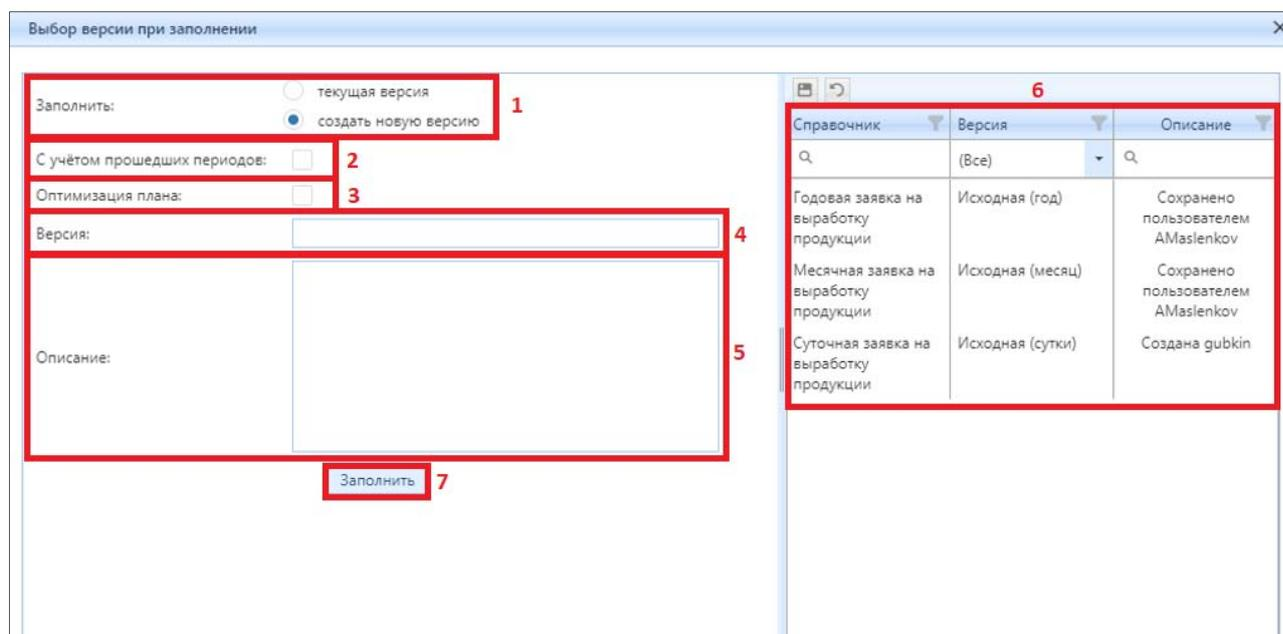

Рисунок 3.5.6 – Внешний вид окна «Выбор версии при заполнении»
1. Для записи «Заполнить:» установите (1) чек-бокс с выбором версии (рис. 3.5.6) для Формы ввода. Настройку «Текущая версия» необходимо выбирать в том случае, если имеется уже заполненная форма ввода и пользователь работает исключительно с ней. **Обратите внимание, что при новом заполнении формы ввода с чек-боксом «текущая версия», каждый раз исходные данные или ручные корректировки значений параметров в форме ввода перезаполняются.** Настройку «создать новую версию» необходимо выбирать, если форма ввода ранее не была заполнена или в параметрах из внешних систем/справочниках изменились исходные данные. В таком случае текущая версия становится неактуальной.
2. Для записи (2) «С учетом прошедших периодов:» (рис. 3.5.6) активируйте чек-бокс, если требуется учитывать данные прошедших периодов (например, учет потребления электроэнергии объекта моделирования за прошедшие месяцы при зафиксированном суммарном значении на год в рамках расчета оптимизации годового планирования. При этом значения на оставшиеся периоды оптимизируются относительно прошлогоднего профиля нагрузок в аналогичном месяце).
3. Для записи (3) «Оптимизация состава:» (рис. 3.5.6) активируйте чек-бокс,
4. Для записи (4) «Версия:» (рис. 3.5.6) есть возможность указать наименование версии в активном поле. Если поле останется пустым, наименование версии сгенерируется автоматически (например, «Версия №1» или «Новая»).
5. Для записи (5) «Описание:» (рис. 3.5.6) есть возможность указать описание к версии в активном поле. Если поле останется пустым, описание версии сгенерируется автоматически (например, «Версия создана Алексеева Виктория» или «Версия создана Алексеева Виктория с учетом ремонтов»).
6. В таблице справа (6) (рис. 3.5.6) отображаются версии для заявки на выработку продукции из справочника в зависимости от типа плана (годовое, декадное). Пользователь может выбрать необходимую версию в колонке «Версия». Для этого наведите курсор мыши на запись с версией и двойным кликом левой кнопкой мыши вызовите выпадающий список с перечнем версий в Справочнике. После выбора версии нажмите сверху на кнопку «Сохранить» (рис. 3.5.6) для сохранения настройки. Для отмены внесенных изменений в таблице нажмите на кнопку «Отменить» (рис. 3.5.6).
7. Далее нажмите на кнопку (7) «Заполнить» (рис. 3.5.6) для заполнения Формы ввода с учетом настроек в окне «Выбор версии при заполнении».